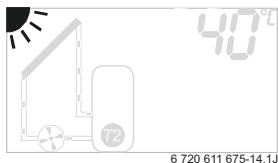

Fig. 15
- La pompe solaire est mise en marche lorsque la différence de température entre la température du collecteur T_1 et la température du ballon T_2 est supérieure à la différence de mise en marche 8 K (°C). Le symbole soleil apparaît sur l'écran, et le symbole \otimes bouge (\rightarrow figure 15).